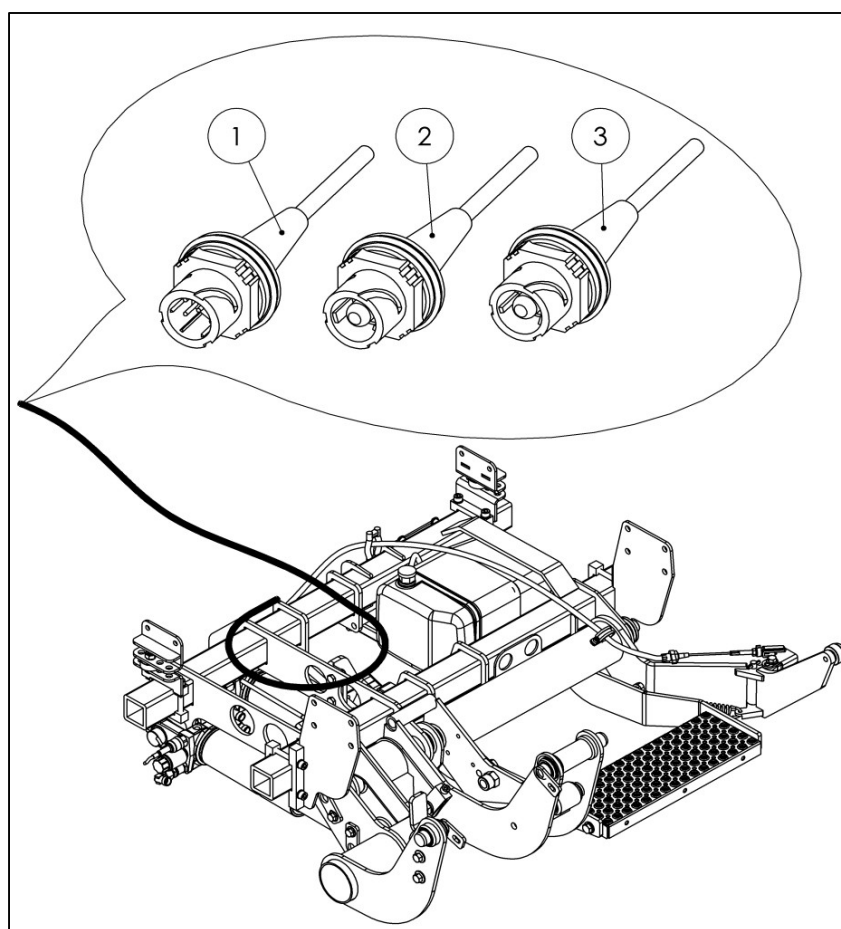

Fig. 18
- Enrute el cable de alimentación y el cable del interruptor de cabina a la caja de conexiones provista (Fig. 18).